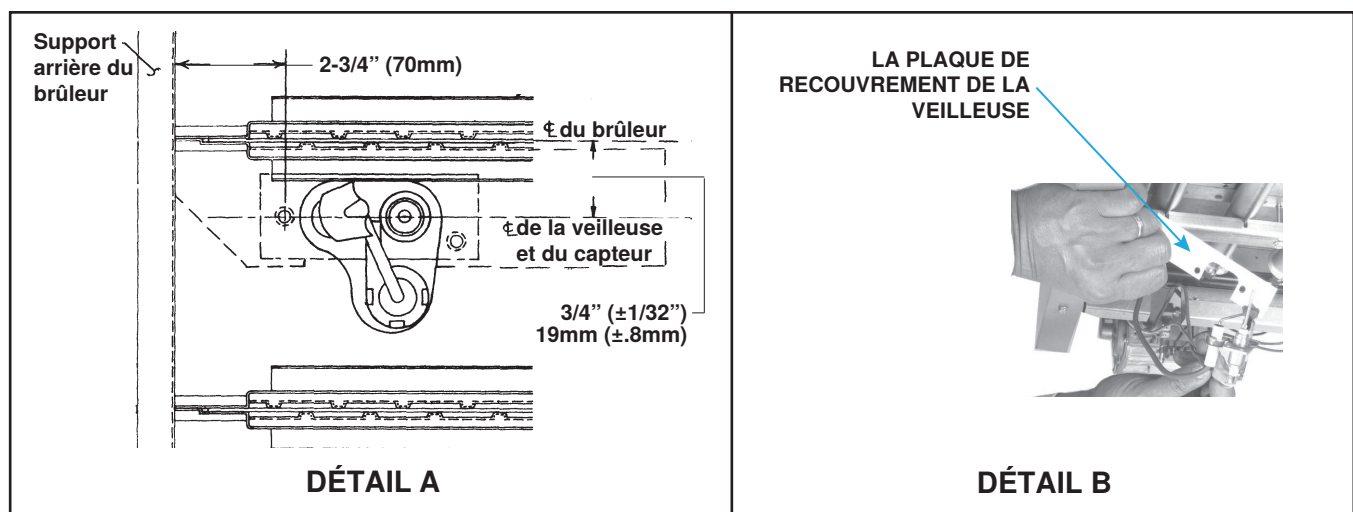

Figure 38. Emplacement et installation du veilleuse
- La veilleuse est située (voir Figure 38, DÉTAIL A) sous le panneau d'évacuation à l'extrémité du plateau de brûleur, côté commande; il faut enlever le tiroir à brûleurs pour y avoir accès.
- Quand vous réinstallez la veilleuse, assurez-vous de replacer la plaque de recouvrement de la veilleuse (see Figure 38, DÉTAIL B).